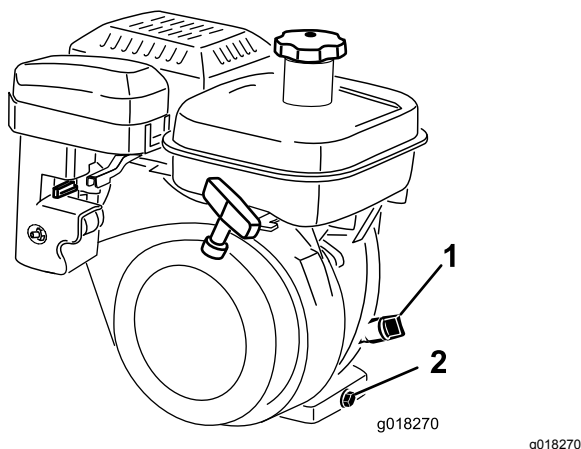

Figura 34
2. Coloque a máquina de maneira a que o motor esteja nivelado e limpe a área à volta do medidor do nível de óleo (Figura 34).
3. Retire a vareta do nível de óleo, rodando-a no sentido inverso ao dos ponteiros do relógio (Figura 34).
2. Coloque um recipiente de drenagem na traseira da máquina, debaixo do tampão de escoamento (Figura 34). Solte o tampão de escoamento.